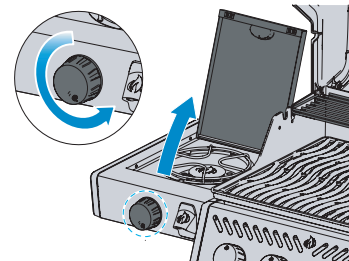

Fig. 2
5. Si el quemador no se enciende, gire el mando del quemador en sentido horario a la posición de apagado. Espere 5 minutos. Repita los pasos 3 y 4. (Fig. 2)